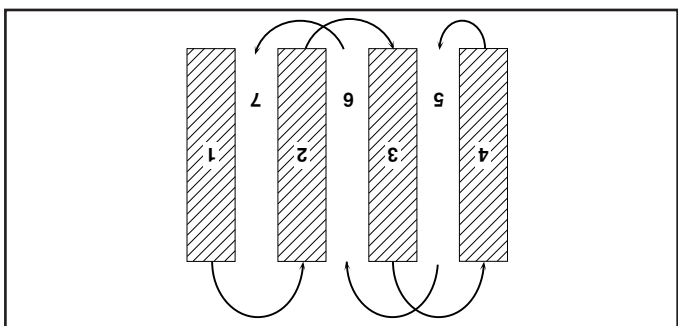

Fig. 8
- Vous trouverez le labourage beaucoup plus facile si vous laissez un rang non bêché entre les sillons. Puis retournez entre les sillons (Voir la fig. 8). Il y a deux raisons pour faire ceci. Premièrement, des virages larges sont beaucoup plus faciles à prendre que des demi-tours. Deuxièmement, la motobineuse ne vous entraînera pas vers le rang plus proche.